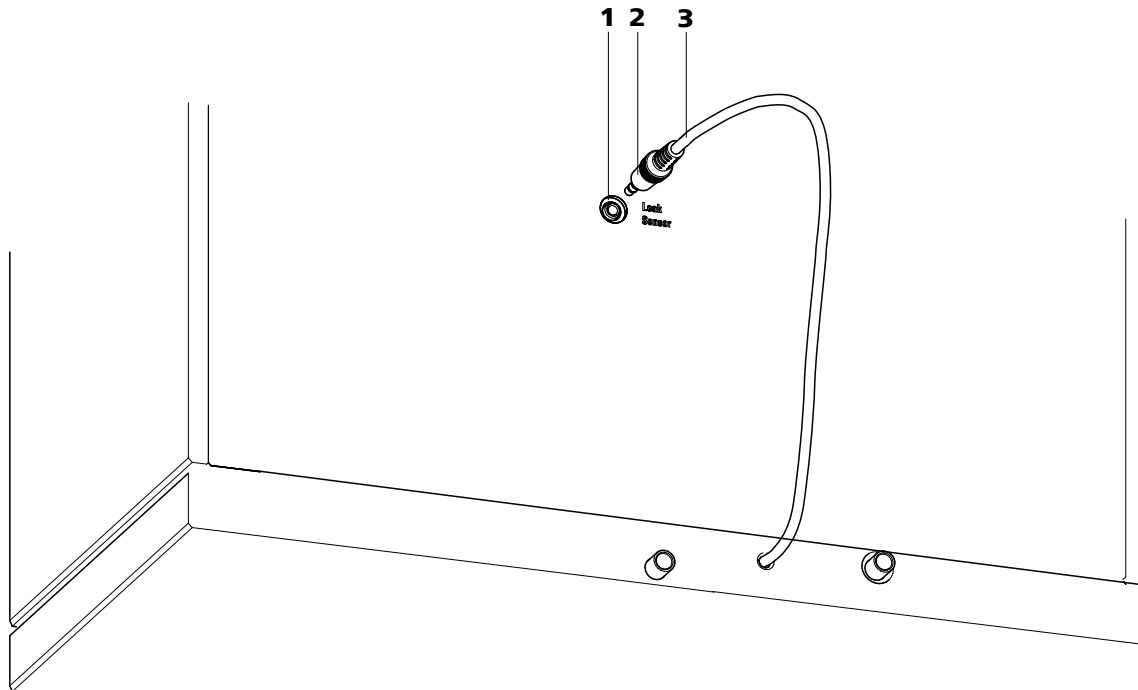

Abbildung 7 Anschluss des Lecksensors an der Geräterückseite
- 1 Lecksensor-Anschlussstecker (7-2) in die Lecksensor-Anschlussbuchse (7-1) auf der Geräterückseite (*siehe Abbildung 7, Seite 24*) einstecken.